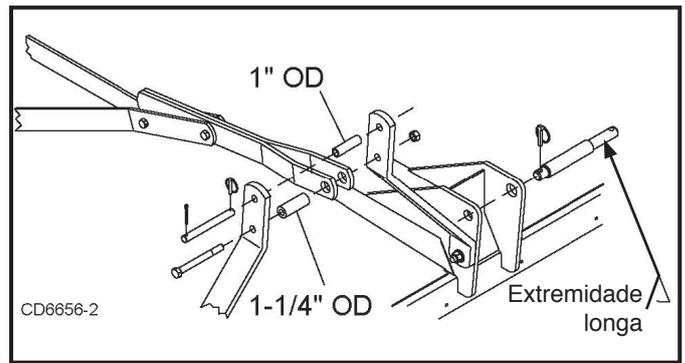

Figura 6. DS120 Conexão de Engate Rápido Categoria 3
1. Posicione o engate do trator como mostrado na Figura 6.